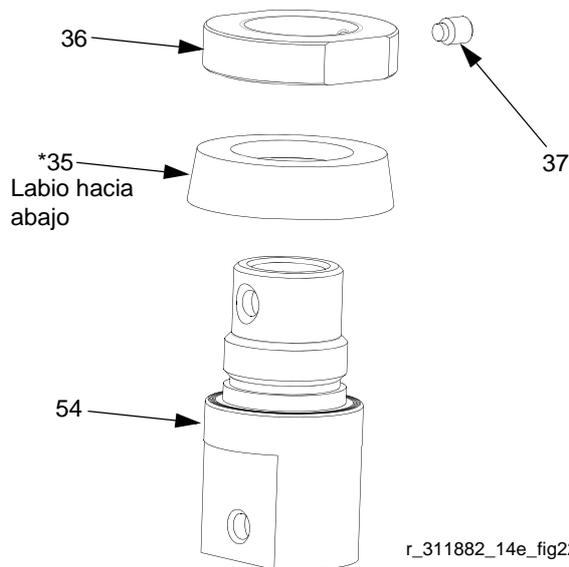

FIG. 22
10. Afloje el tornillo de ajuste (37) del collarín (36). Retire el collarín de la carcasa del pistón (54). Retire la cazoleta en U (35\*). Inspeccione todas las piezas en busca de daños. Consulte FIG. 22.